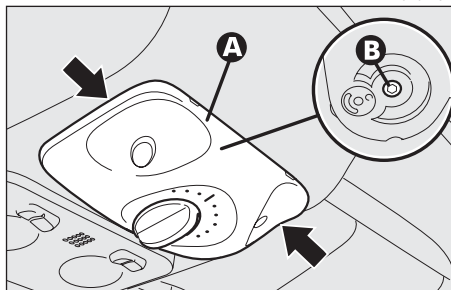

fig. 157
- facendo leva nei punti indicati dalle frecce rimuovere la mostrina (**A-fig. 157**);